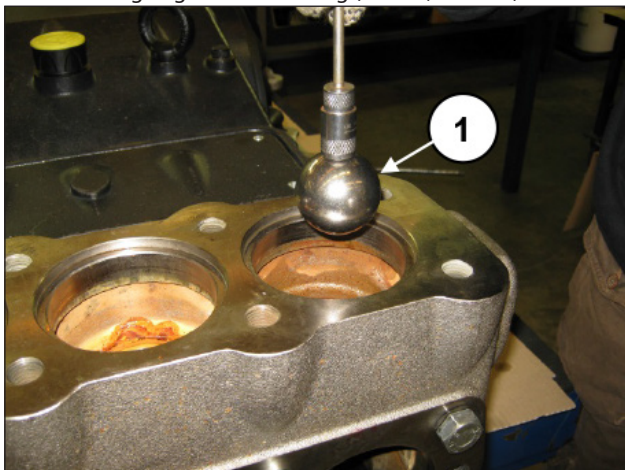

Abb. 92
- D) Entnehmen Sie die Kugeln mit einem Magnet oder einem anderen geeigneten Werkzeug (Pos. ①, Abb. 92).